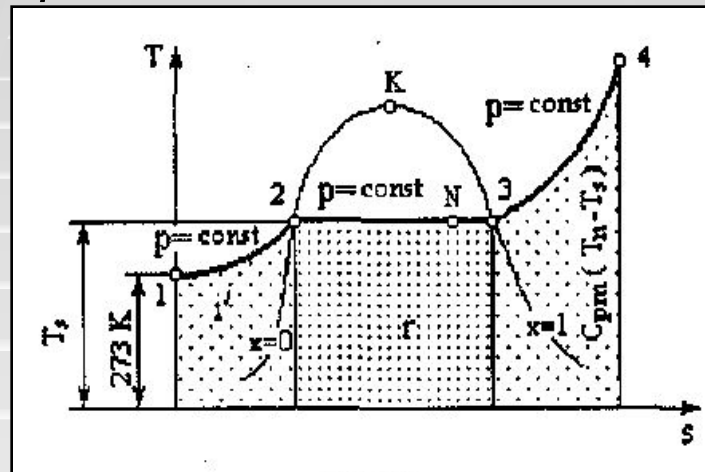

Рис. 5.4
- Так как удельный объем воды при ее нагреве изменяется незначительно (см. рис.5.2), то можно принять $l' \approx 0$. Тогда из (5.2.) получим $q' \approx u'$. Количество теплоты, необходимое для нагрева воды до температуры кипения, может быть найдено также по формуле $q' = i' - i'_0$, или $i'_0 = 0$, так как $q' = i'_0$, где i' – удельная энтальпия воды при температуре кипения. На графике рис. 5.4 i' определяется площадью под кривой процесса 1–2.
- где c_{pm} – средняя массовая изобарная теплоемкость перегретого пара. Величина q_{Π} в Ts – диаграмме определяется площадью под кривой 3–4 (рис. 5.4). Формула для энтальпии перегретого пара